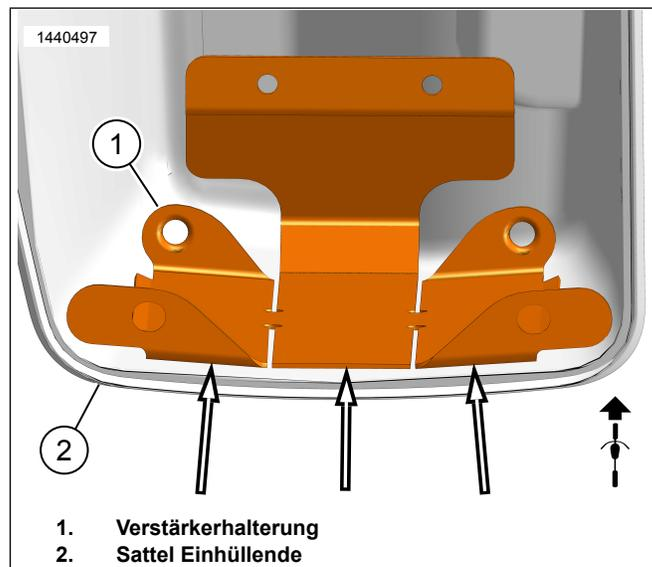

Abbildung 6. Sattel Einhüllende
- b. Siehe Abbildung 6. Die Schlitze in der Befestigungshalterung (1) zum Biegen und Anpassen an die Satteltaschenkontur (2) ohne Hin- und Herbewegung verwenden. Dadurch wird ein besserer Kontakt und eine bessere Haftung mit dem Klebeband gewährleistet. Die Schutzfolie des Klebebands zu diesem Zeitpunkt noch nicht abziehen.